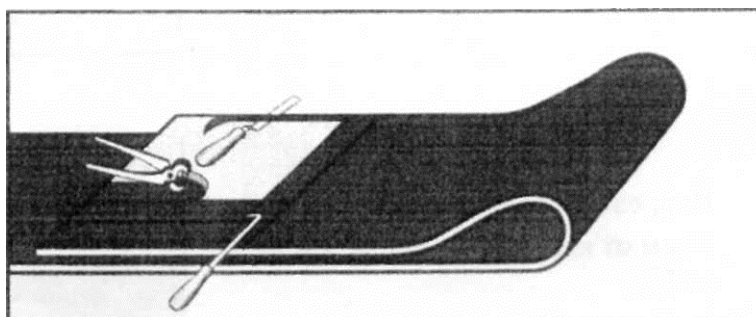

Рисунок 18 – Разделка ленты
- ▶ Удалить обкладку, начиная данную операцию при помощи слоеподъемника для отсоединения слоев, а затем продолжить при помощи клещей вручную или с использованием специальных самозажимных клещей, применяя грузоподъемные механизмы (лебедка, тельфер и т.д.). Полоски резины по краям ленты отрезать при помощи специального изогнутого ножа (Рисунок 18).